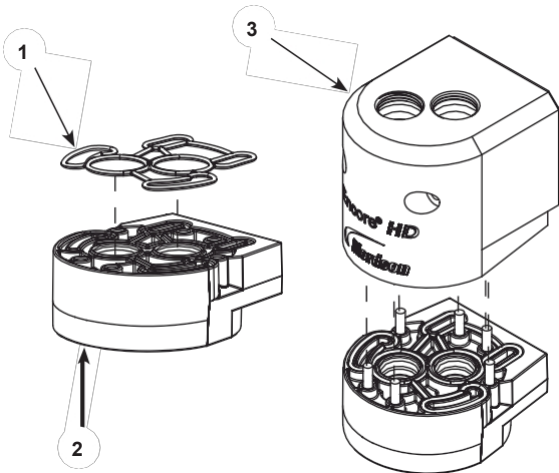

图 22 将下 Y 型块组装到清洗歧管上
1. 见图 22。如图所示，将定制的 O 形圈 (1) 放入上 Y 形块 (2)，然后用提供的硬件将上 Y 形块固定到清洗歧管外壳 (3) 上。